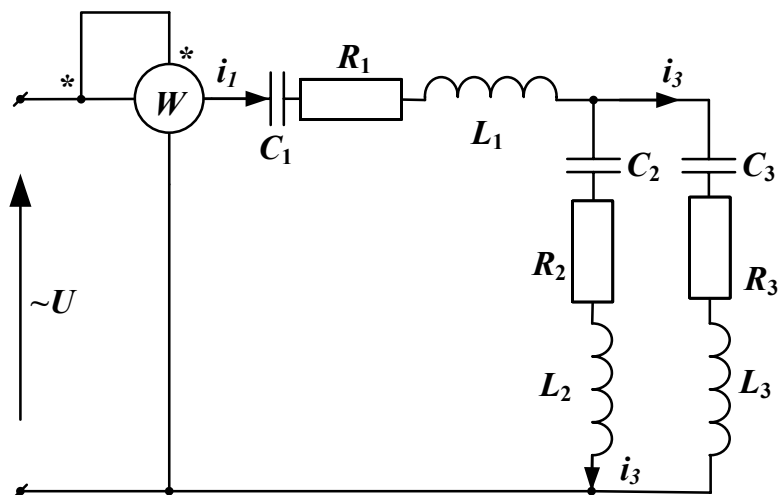

Рис.1. Общая схема задания
2. Согласно полученным сопротивлениям начертить комплексную расчетную схему, используя общую схему, представленную на рис.1.